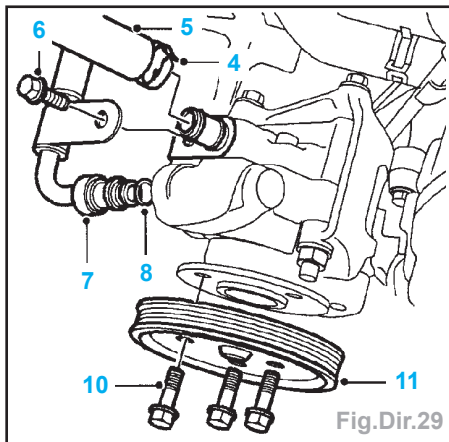

Fig.Dir.29
- Desserrer le collier (4) maintenant le flexible d'entrée de liquide sur la pompe de direction assistée (Fig.Dir.29).